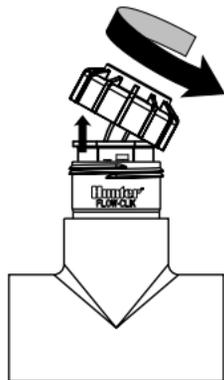

Figura 1
2. Svitare il coperchio dalla parte superiore del rivestimento (figura 1).